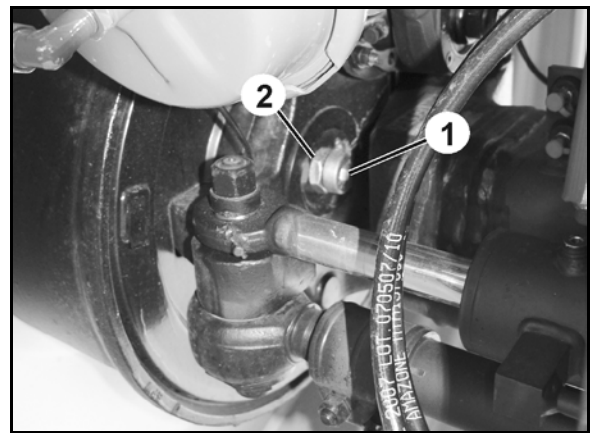

Bild 45
AutoTrail-släpstyrningen, för automatisk, praktiskt taget spårföljande släpstyrning, registrerar vinkelläget hos dragstången (Bild 45/1) i förhållande till traktorns körriktning.
1. Stick in vinkelstången (Bild 45/2) i plasthylsan (Bild 45/3).
2. Stick in vinkelgivaren (Bild 45/4) i mottagaranordningen (Bild 45/5).